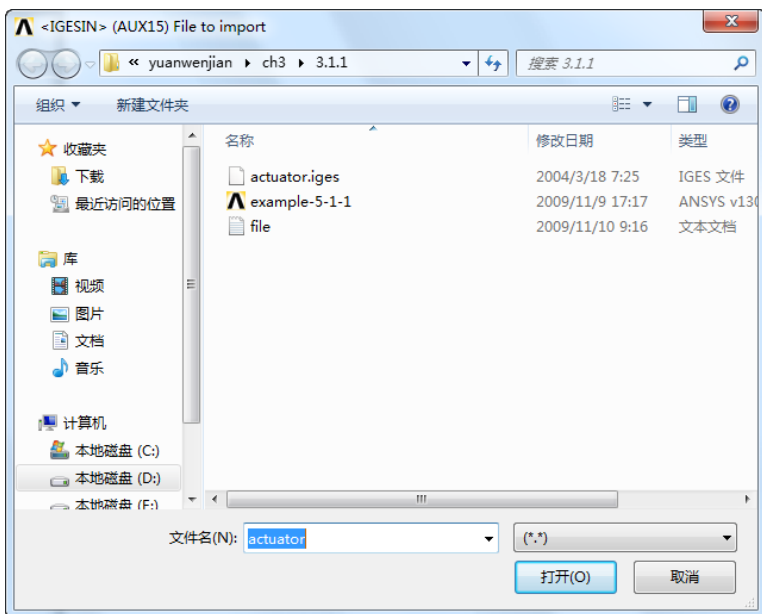

图 3-6 选择 actuator.iges
④ 在浏览对话框“File to import”中,选择“actuator.iges”,然后单击“打开”按钮,如图 3-6 所示。